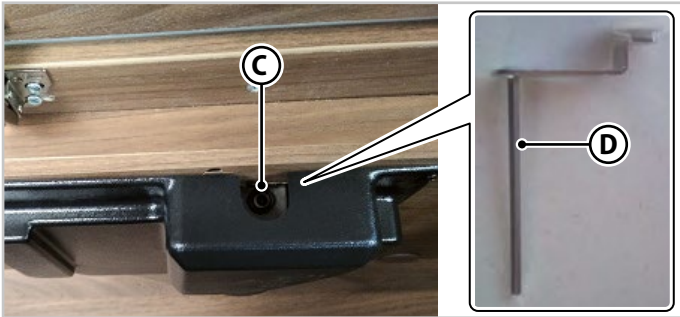

Abb.6.16 - Entriegelung des elektrischen Bettes Typ A
2. Stecken Sie den Schraubenschlüssel (**D** - Abb.6.16) an der Vorderseite des Motors in die Schraube (**C** - Abb.6.16) für die manuelle Betätigung.